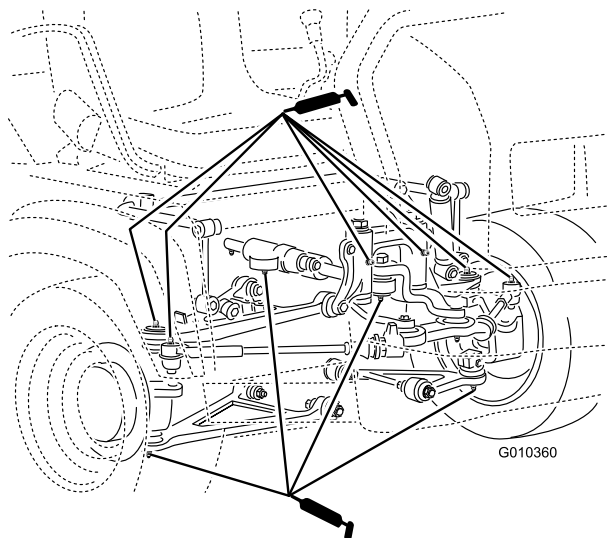

Figura 46
- **Rótulas (4);** consulte Figura 46
- **Montagens articuladas (2);** consulte Figura 46
- **Cilindro de direção (2);** consulte Figura 46
- **Barras de ligação (2);** consulte Figura 46